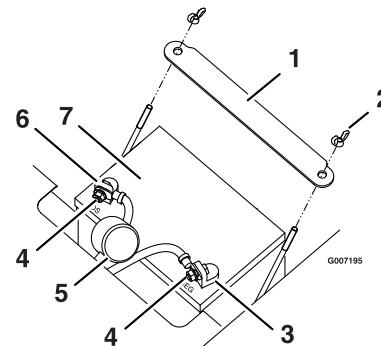

Figura 38
4. Staccate il cavo negativo (nero) di terra dal polo della batteria (Figura 38). Conservate tutti i dispositivi di fermo.
6. Togliete il dispositivo di fissaggio della batteria (Figura 38) e togliete la batteria dal vassoio.
1. Posizionate la batteria sul vassoio con i poli dei morsetti rivolti verso la posizione di guida (Figura 38).
5. Fissate la batteria con l'apposito dispositivo (Figura 38).